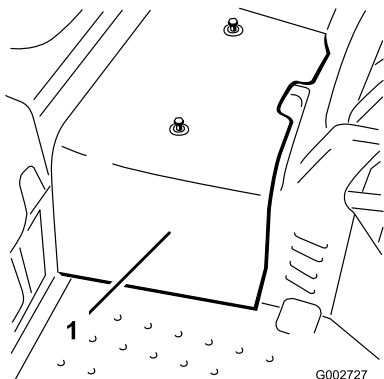

Рисунок 47
- Ослабьте 2 винта, которые крепят центральный кожух к машине, и снимите кожух (Рисунок 47).